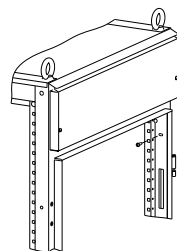

Рисунок 32
16.3 Закрепите уголок вертикальный Рамы под панели ЛГ/ЛМА на стойке рамы винтами М6×10 (рисунок 32).